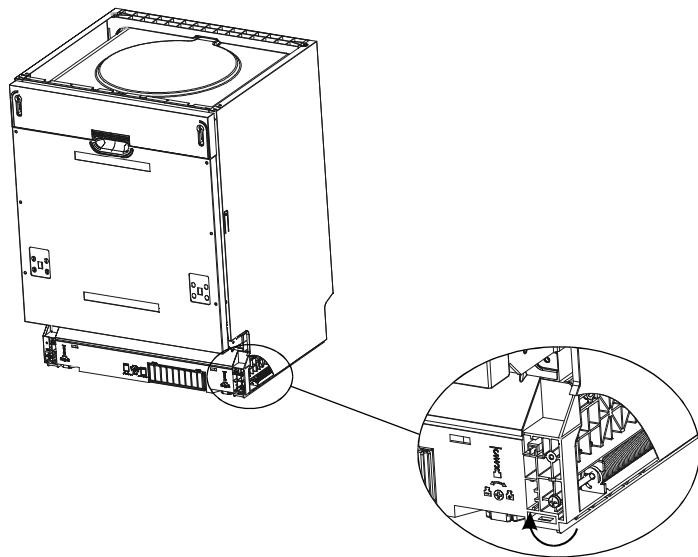

Рисунок 5
Жёсткость пружины дверцы посудомоечной машины регулируется на заводе. Если вы установили внешнюю панель, необходимо отрегулировать жёсткость пружины. Вращая регулирующий винт, ослабьте или затяните стальную пружину (рис. 5).
8. Выровняйте устройство. Задняя ножка регулируется спереди посудомоечной машины в середине основания вращением ключа-шестигранника (рис. 5а). Для регулировки передней ножки используйте отвёртку с плоским шлицем. Вращая ножку, выставите уровень (рис. 5б).